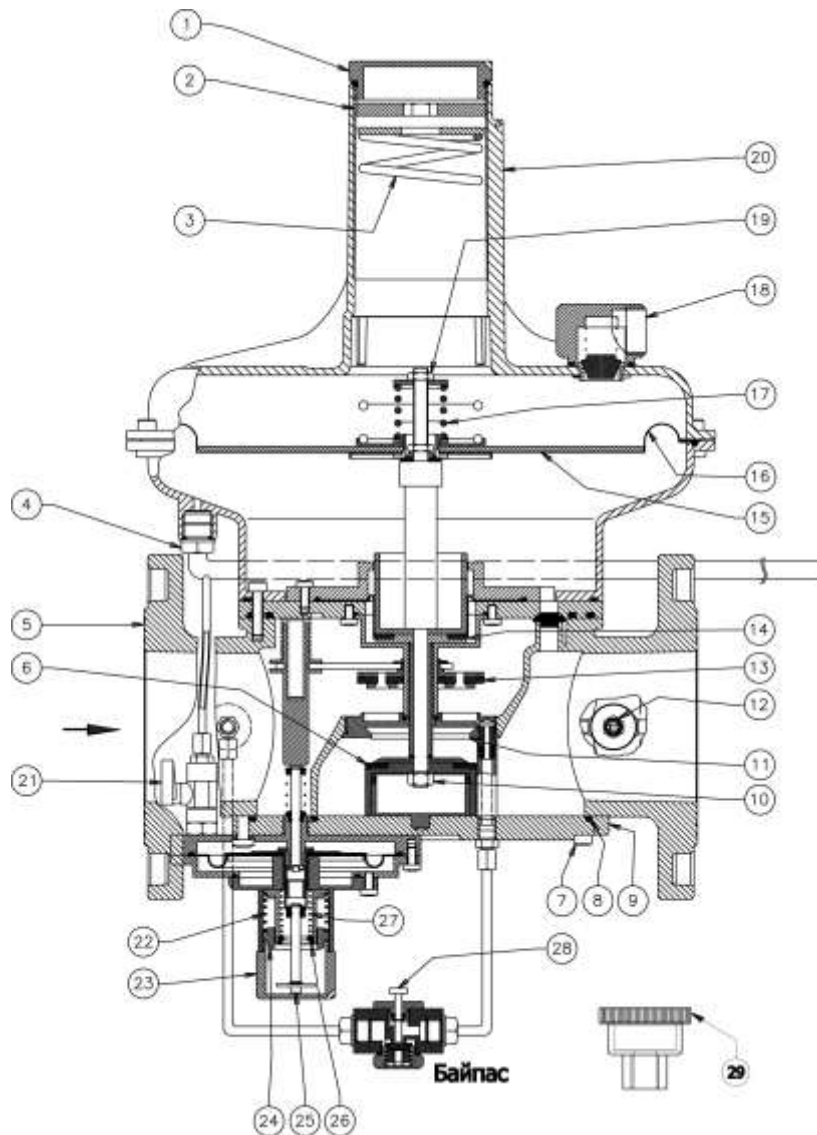

Рис. 2
Регулятор (рис. 2) состоит из: защитный колпачок (регулятор) (1); регулировочный винт выходного давления (2); пружина настройки выходного давления (3); импульсная трубка выходного газопровода (4); корпус (5); рабочий клапан (6); винты фиксации нижней панели (7); уплотнительное кольцо (8); нижняя панель (9); гайка фиксирующая рабочий клапан (10); седло (11); штуцер измерения давления на выходе (12); отсечной клапан (13); компенсационная мембрана (14); диск мембраны (15); рабочая мембрана (16); пружина сбросного клапана (17); сбросной патрубок G 3/4" (18); винт настройки сбросного клапана (19); раструб (20); кран (21); пружина настройки отсечного клапана по избыточному давлению (22); защитный колпачок отсечного клапана (23); регулировочный винт отсечного клапана по избыточному давлению (24); рычаг взвода отсечного клапана (25); винт настройки отсечного клапана по недостаточному давлению (26); пружина настройки отсечного клапана по недостаточному давлению (27); кнопка байпаса (28); ключ для настройки (29).